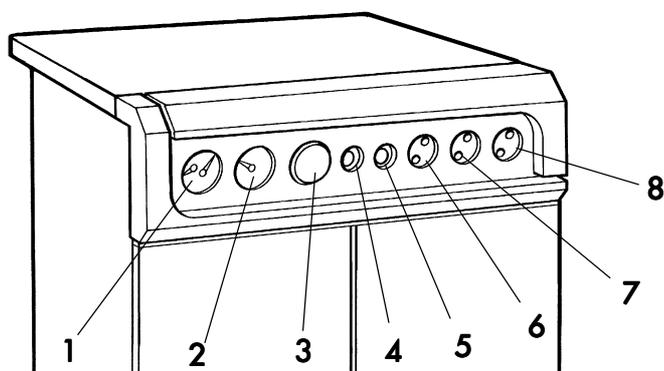

Fig. 7
5.07 Regolazione della temperatura dell'acqua sanitaria (fig. 7 - pos. 8)